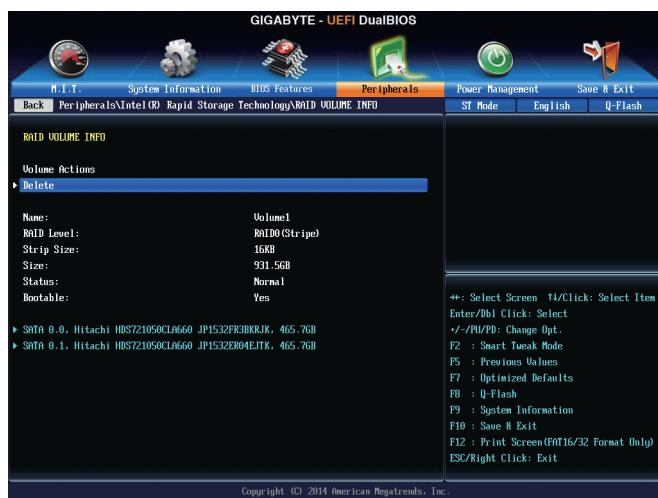

図 7
完了すると、Intel(R) Rapid Storage Technology 画面に戻ります。RAID Volumes に新しい RAID ボリュームが表示されます。詳細情報を見るには、ボリューム上で<Enter> を押して RAID レベルの情報、ストライプブロックサイズ、アレイ名、アレイ容量などを確認します(図 7)。